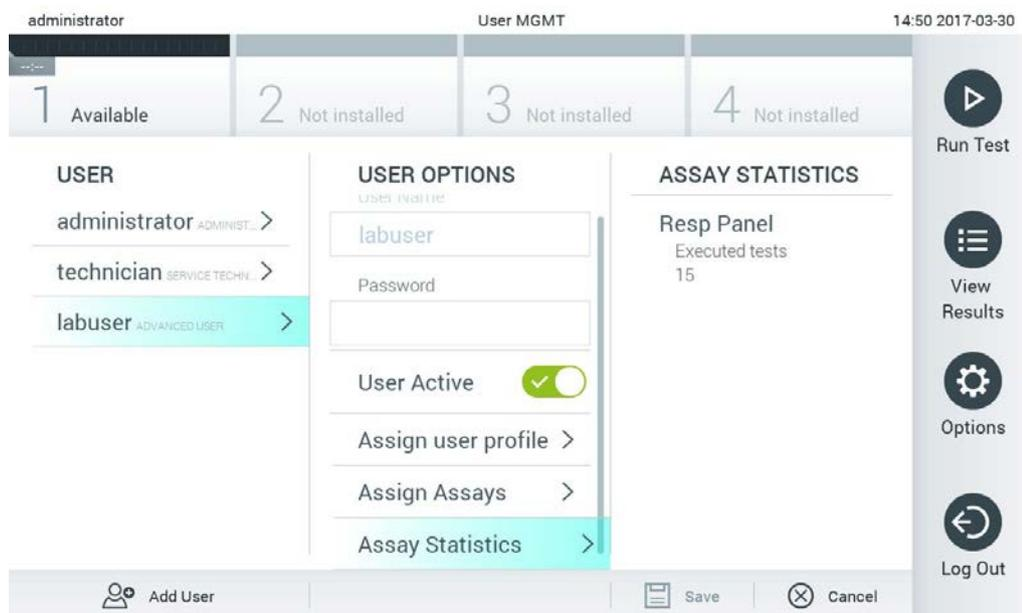

Figure 62. Affichage des statistiques de dosage.
- Assay Statistics (Statistiques de dosage) : Indique le nombre de fois qu'un dosage a été effectué par l'utilisateur sélectionné (figure 62).